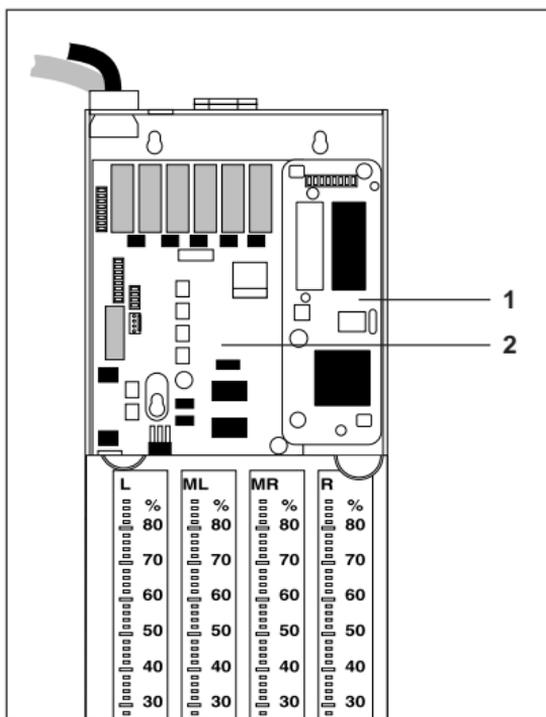

Abb. 5: Internes Abrechnungsmodul installieren
Das Abrechnungsmodul ist jetzt über die 12-V-Versorgungsleitung und vier Datenleitungen für die serielle Kommunikation mit dem Geldwechsler verbunden (s. Abb. 5).
- 3 Abrechnungsmodul an den vorgesehenen Befestigungslöchern verschrauben (s. Abb. 5).